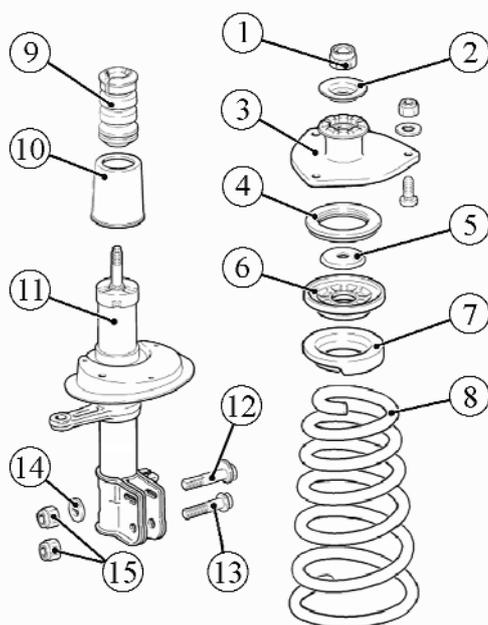

Рисунок 6 - Элементы передней подвески:
Установить стойку 2, рисунок 5а (или рисунок 5б), в приспособление 1 (приспособление 67.7823-9563 необходимо зажать в тисках), сжать пружину 3, отвернуть гайку 1, рисунок 6, штока и снять со штока ограничитель 2 хода, опору 3 верхнюю стойки с подшипником 4 верхней опоры (перчатки, верстак с тисками, ключ гаечный 27, приспособление КТ01-22 ПКФ "ТЕП" г. Иркутск или приспособление 67.7823-9563, ключи 67.7812-9533 и 67.7812-9535).
**Внимание.** При сборке узла подшипник 4, рисунок 6, переворачивать не допускается. Идентификация: верх подшипника - белого цвета, низ подшипника - черного цвета.
Изм.	<p>Момент затяжки гайки болта 12, рисунок 6, регулировочного крепления стойки и гайки болта 13 крепления стойки телескопической передней подвески - от 80 до 95 Н.м (от 8,0 до 9,5 кгс.м) (ключ моментный).</p>